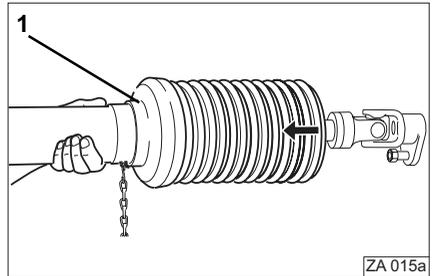

Fig. 14
- Retirez le demi-protecteur (Fig. 14/1).